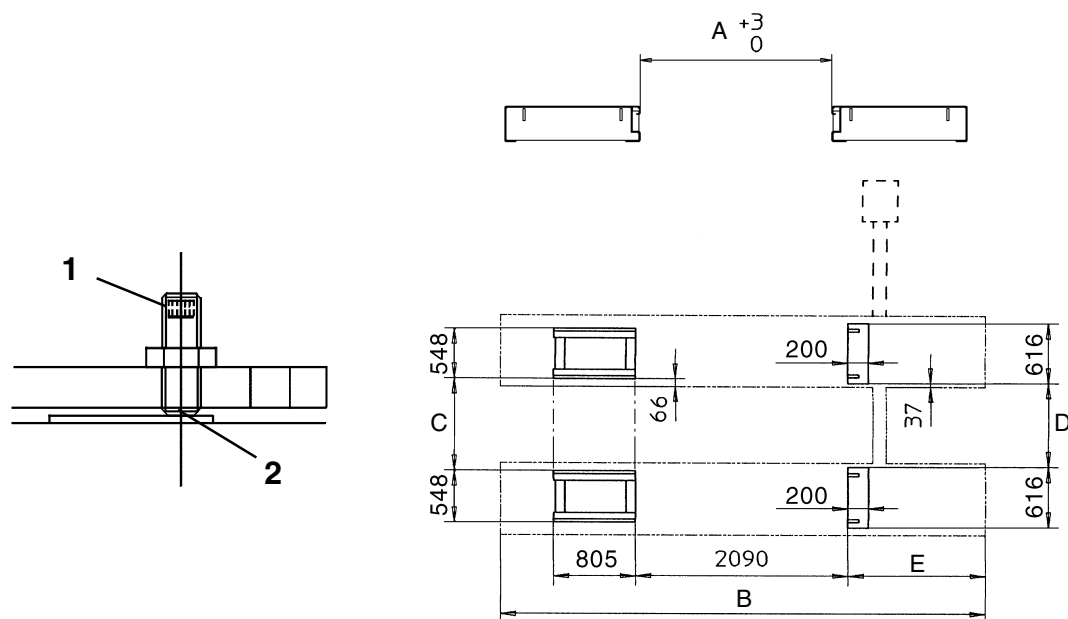

Fig. 7
- Conectar los tubos (7-8) a las válvulas, los tubos (3-5) a la central de mando y el tubo de drenaje (14) al empalme (15). Para instalaciones en canalizaciones, introducir los tubos antes de conectarlos.
- Reponer el depósito (13) con aceite ESSO NUTO H32 o equivalentes.
- completare i collegamenti dei tubi (9-10) (provagiochi) e posizionare la pedana **P2** nella fossa controllando particolarmente la quota A^{+3}_0 tra le pedane mettendo sotto le viti (1 Fig.7) di registrazione delle basi gli spessori (2).
- complete pipe connections (9-10) (clearance test) and position the platform **P2** in the recess, making sure there is a distance of A^{+3}_0 between the platforms by placing shims 2 under setscrews 1 (Fig.7) of the base.
- Die Platte wieder auf den Grundrahmen montieren, die Anschlüsse der Leitungen (9-10) (Gelenkspieltester) komplettieren, die Fahrbahn **P2** in der Grube positionieren und speziell die Quote A^{+3}_0 zwischen den Fahrbahnen prüfen, indem die Unterlegscheiben (2) unter die Justierschrauben (1 Abb. 7) des Grundrahmens gelegt
- compléter les raccords des tubes (9-10) (plaques à jeux) et positionner le chemin de roulement **P2** dans la fosse en vérifiant tout particulièrement la cote A^{+3}_0 entre les chemins de roulement en mettant des cales sous les vis de réglage (1 Fig. 7) des bases.
- completar las conexiones de los tubos (9-10) (detector de holguras) y colocar la plataforma **P2** en el foso controlando en particular la cuota A^{+3}_0 entre las plataformas, poniendo los espesores (2) debajo de los tornillos (1 Fig.7) de ajuste de las bases.